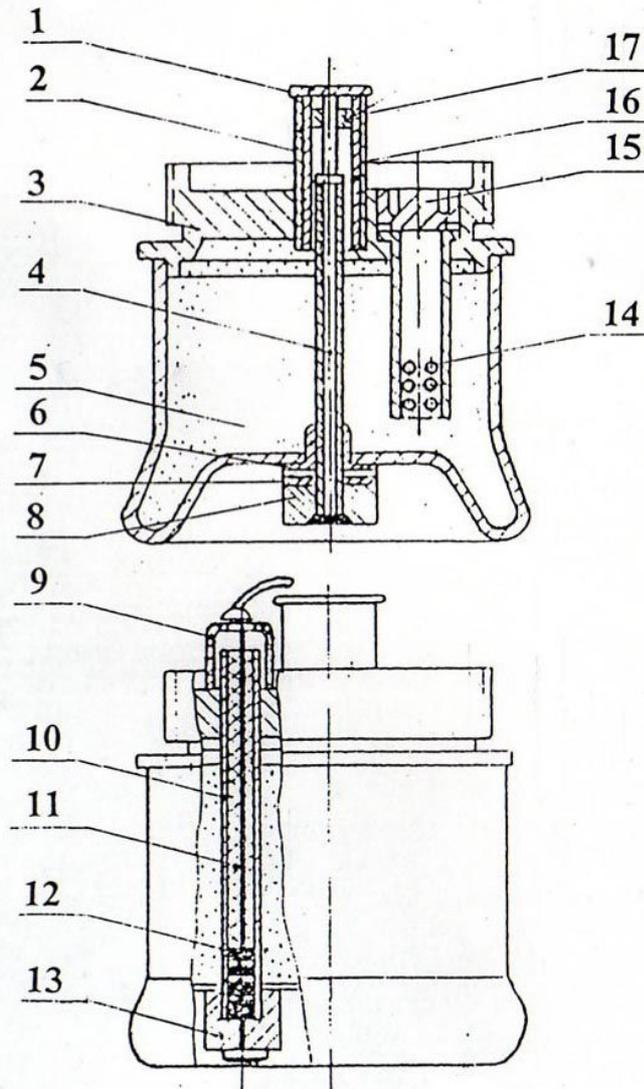

Рис. 2
Резервуар 5 (рис. 2) цилиндрической формы, имеет расширение книзу для придания лампе устойчивости, отштампован из стали толщиной 1,5 мм. Сверху резервуар закрыт припаянной к нему латунной крышкой 3 с наружной резьбой для свинчивания резервуара с верхней частью лампы. Резервуар внутри заполнен ватой, впитывающей в себя весь заливаемый бензин, примерно, 50 мл, и препятствующей его свободному перемещению и быстрому испарению.
- отвернуть пробку 15 (рис. 2) и залить в резервуар 50 мл бензина до полного его впитывания ватой, находящейся в резервуаре;